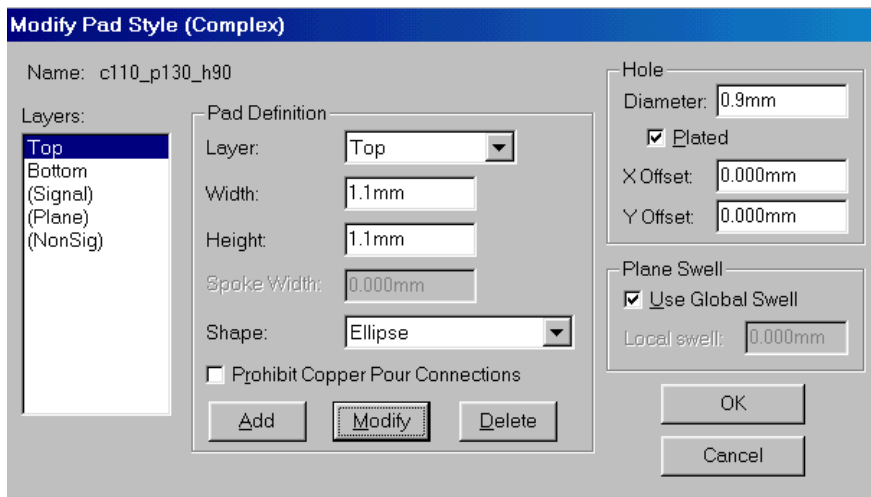

Рис. 7-19. Задание параметров верхней контактной площадки.
3) На панели **Modify Pad Style (Complex)** (рис. 7-19) в окне списка слоев *Layers* выберите слой соответствующий верхней стороне печатной платы – *Top*.
5) Установите значение ширины (*Width*) и высоты (*Height*) в рамке *Pad Definition* равными 1,1 мм, как показано на рис. 7-19.
1) На панели **Modify Pad Style (Complex)** (рис. 7-19) в окне списка слоев *Layers* выберите слой соответствующий нижней стороне печатной платы – *Bottom*.
- 1) На панели **Modify Pad Style (Complex)** (рис. 7-19) раскройте список существующих слоев в окне со списком *Layer* (Слой).